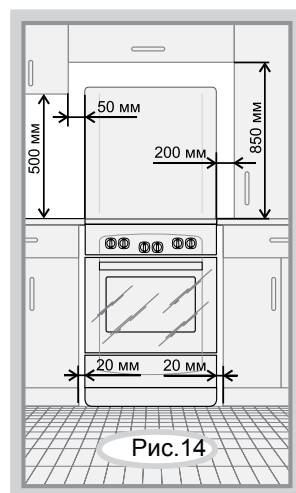

Рис.14
- Минимальные расстояния, которые необходимо выдержать при установке плиты, показаны на рис. 14. Задняя стенка плиты должна отстоять от поверхности стены не менее чем на 50 мм. Уровень варочной поверхности плиты должен быть не ниже уровня столешницы. Торцы мебели на уровне варочной поверхности стола защитить металлическими накладками. Кухонные полотенца, шторы и т.п. должны находиться на безопасном расстоянии, исключающем их воспламенение.